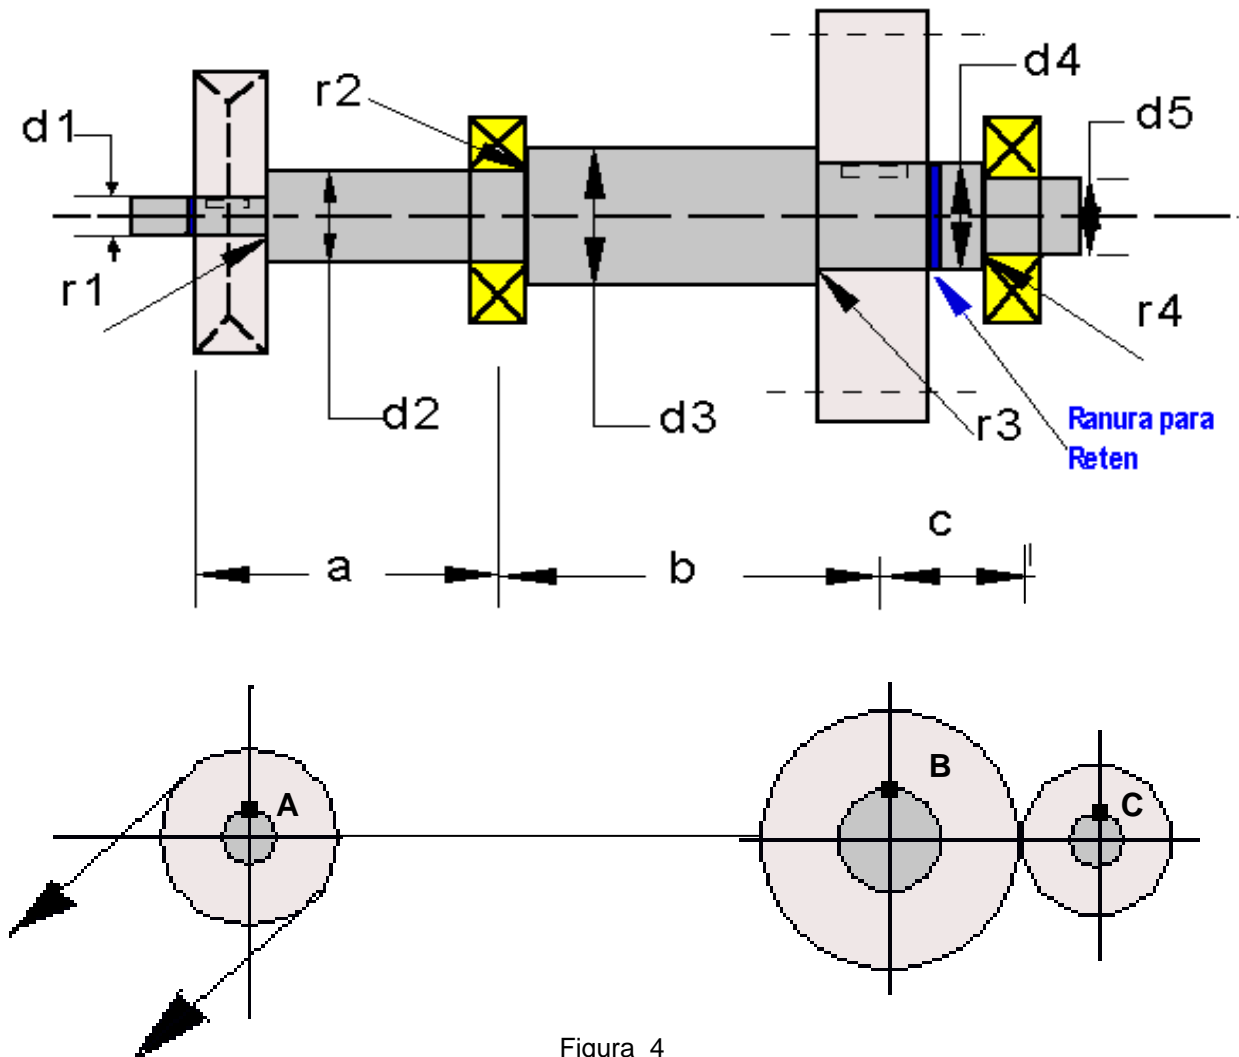

Figura 4
- 4) Es importante especificar de que manera se mantendrán los elementos transmisores de potencia y los rodamientos en su posición axialmente y como se llevará a cabo esta transmisión. En la figura 4, la polea recibe la potencia de un motor eléctrico, esta lo transmite al eje y este a su vez la pasa al engranaje cilíndrico, el cual la transmitirá a otro engranaje. Para soportar estos componentes axialmente se puede recurrir al método de maquinar el eje haciéndoles hombros de apoyo para cada uno de los elementos y ranuras para instalar anillos de retención. Así se forma la geometría general del eje.